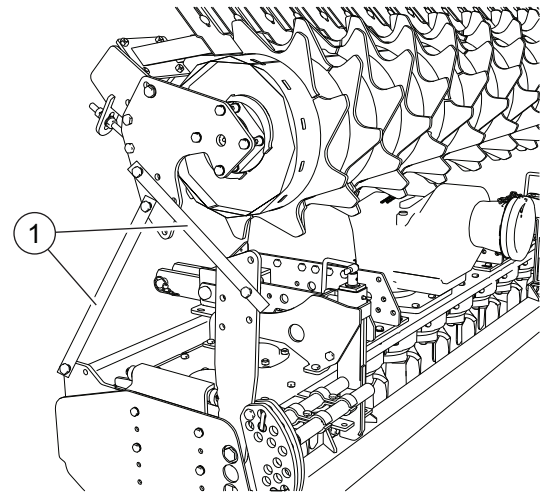
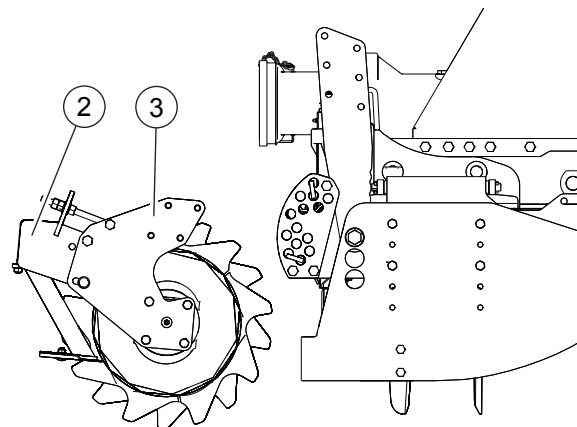

FIG. 8
FIG. 9
Die Maschine kann mit der aus den Stützen abgebauten und mit Eisenhalterungen (1, "Fig. 8") über der Maschine befestigten Walze gesandt werden.
- Die Schrauben der Walzenhalterungen (1, "Fig. 8") lösen.
- Die Drehungen der Schaber-Träger-Schiene blockieren (1).
- Die Walze auf den Boden mit Stützplatten (2, "Fig. 9") in die Richtung des Aufbaus setzen.